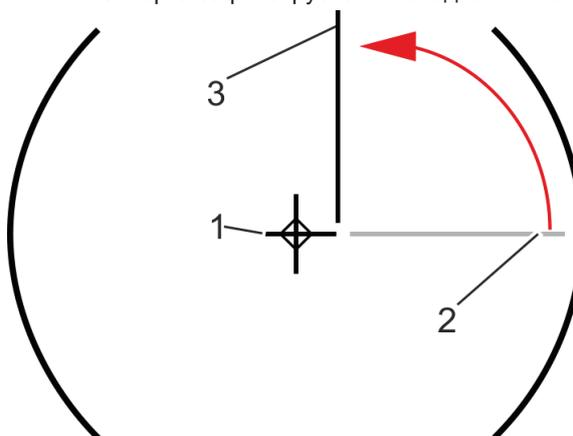

Рис. 94 Складывание створки
13. Переместить турникет (рис. 94/1), для этого нужен один человек.
14. Переместить створку (рис. 94/2) короткими рывками.
17. Переместить турникет (рис. 94/1), для этого нужен один человек.
18. Сложить створку в исходное положение (рис. 94/2).